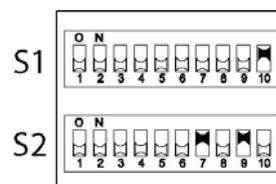

Fig. 21
1. Déplacez les interrupteurs DIL suivants de la boîte d'interrupteurs S2 vers le haut sur ON (fig 21).